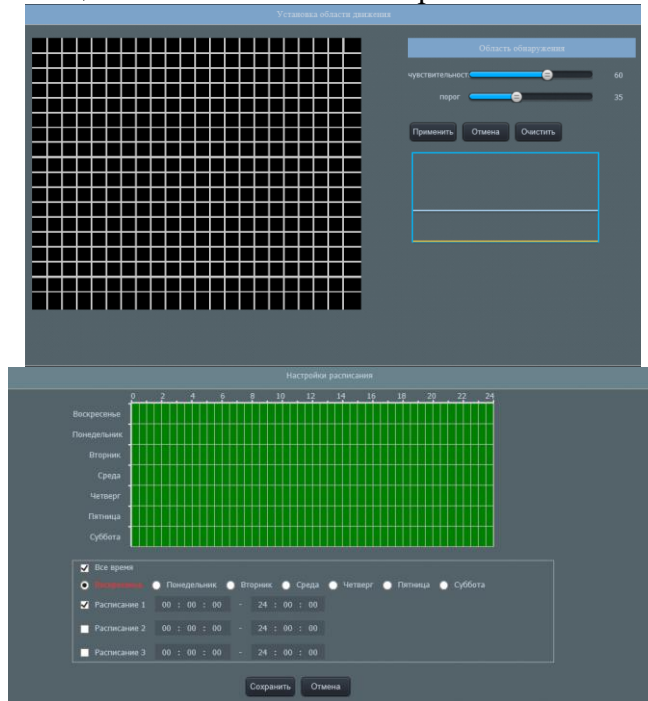

Рисунок 12 – Настройка области и графика работы детектора движения
9.9.10. В этом меню Вы можете включить детектор движения – рисунок 12. Установите флаг напротив пункта «Включить детектор движения», нажмите на кнопку «График», чтобы установить расписание детектора движения (рисунок 12), нажмите на кнопку «Область» для определения области детекции движения (рисунок 12). При определении области имеется возможность настроить чувствительность